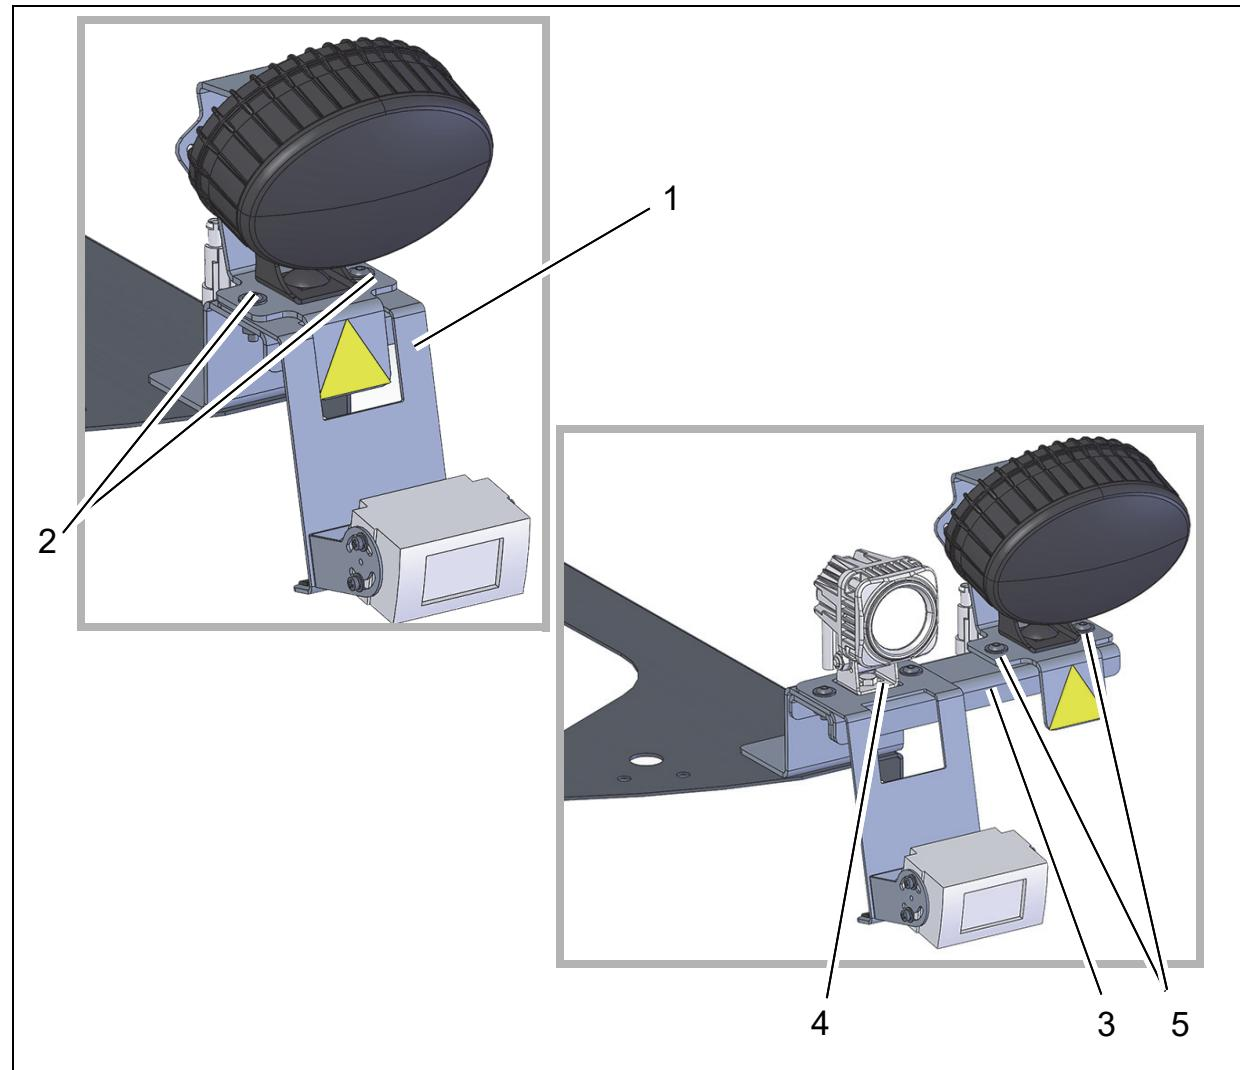

Abb. 5
Halter mit Rückfahrkamera auf dem Optionshalter positionieren (Abb. 5/1), Blue Spot oben aufsetzen und mit zwei Linsenflanschschrauben M6x16 zusammen befestigen (Abb. 5/2).
1. Optionsbrücke (Abb. 5/3) unter den Optionshalter schieben, Halter mit Rückfahrkamera oben aufsetzen und mit zwei Linsenflanschschrauben M6x16 zusammen befestigen.
2. Arbeitsscheinwerfer mit Normteilen oberhalb der Rückfahrkamera befestigen (Abb. 5/4).
3. Blue Spot mit zwei Linsenflanschschrauben M6x16 auf der Optionsbrücke befestigen (Abb. 5/5).